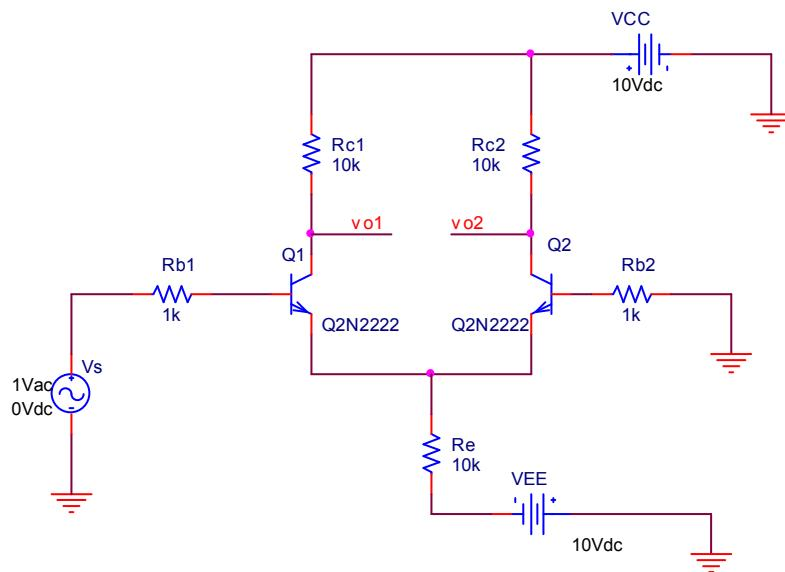

图 4.1
***1. 分析图 4.1 差动放大电路的频率特性。(ac)